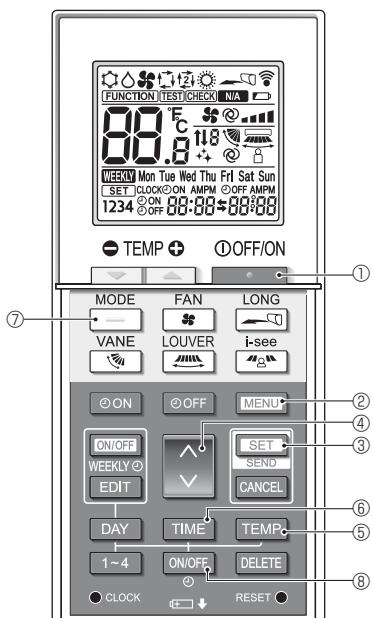

Fig. 4-10
Отобразится экран настройки Function (Настройка функций) и будет мигать числовое значение функции Ⓐ. (Fig. 4-10)
- Номер функции Ⓐ начнет мигать. (Fig. 4-10)
- Нажмите кнопку ②.